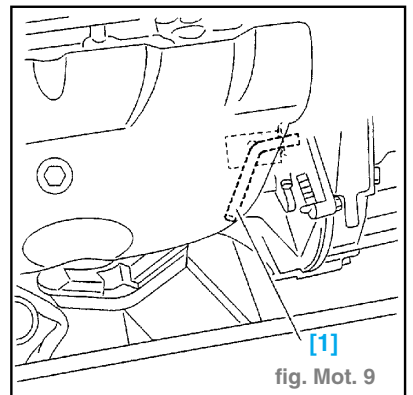

fig. Mot. 9
- Piger le volant moteur à l'aide de la pige [1] (réf. Citroën : 4507 - TA). (fig. Mot. 9)